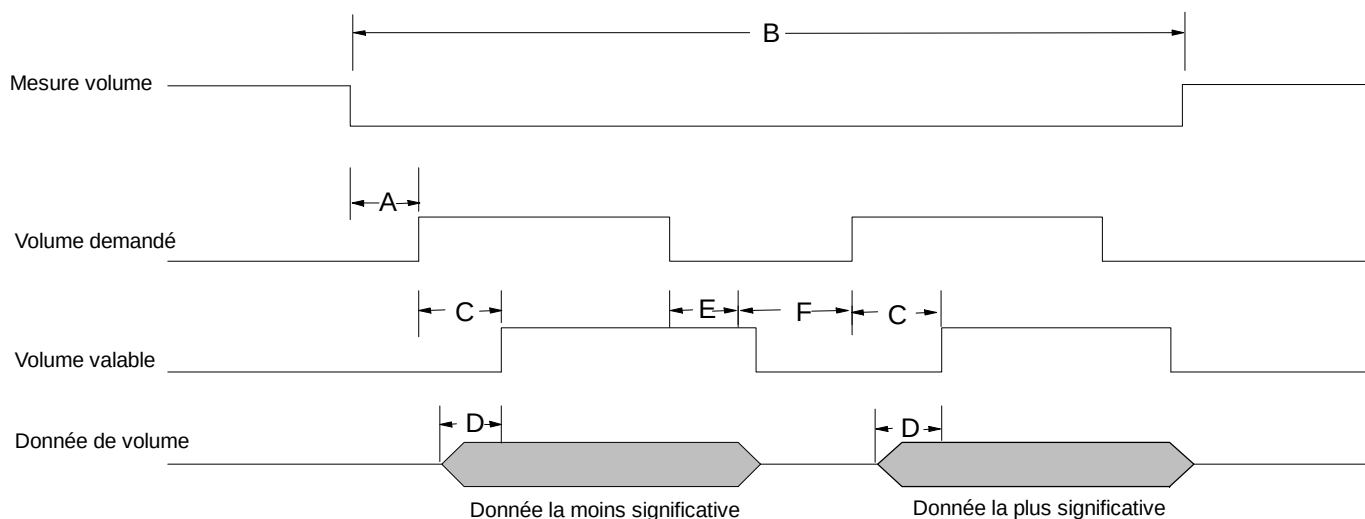

Fig. 37
4. À l'achèvement du cycle, en cas de demande d'information sur les volumes, le module PrecisionFlo utilise le bus de données pour communiquer les données de volume. (Voir figure 37, Communication des volumes à la page 59.)
Le volume distribué pendant la dernière opération est disponible sur le bus de données à la fin du cycle. Cette information est communiquée en deux groupes de 5 bits qui, combinés, forment un code binaire de 10 bits qui mesure le volume distribué pendant le cycle précédent en centimètres cube (Fig. 37).